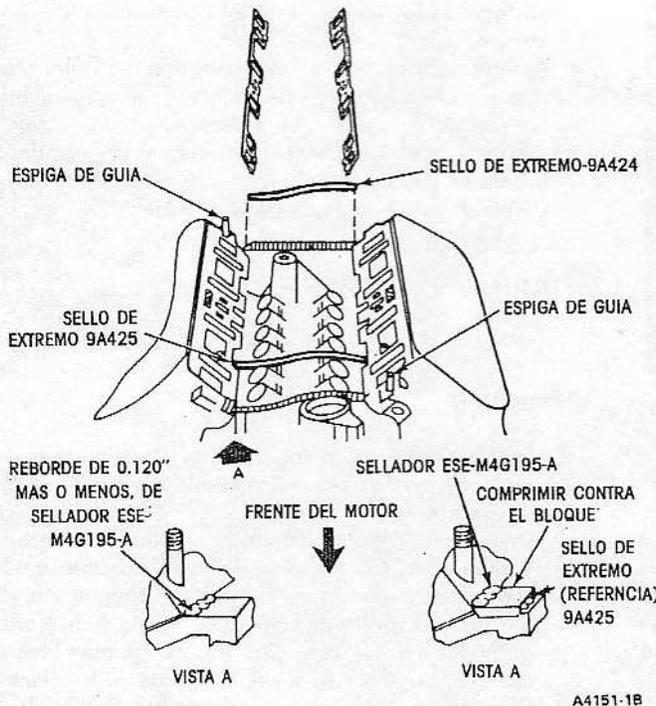

Fig. 18. Instalación de Juntas y Sellos de Extremo de Múltiple E-100-E150 con Motores 5.0L (302) y 5.8L (351) W-V-8 y E-350 Todos Excepto Canadá
2. Instale un nuevo sello del vástago (Fig. 18) con un cubo de 5/8" de profundidad y un martillo ligero o mazo para meter el sello en el vástago. Coloque el resorte en posición sobre la válvula e instale el retén del resorte y el manguito. Comprima el resorte e instale los seguros del retén. Quite la herramienta y la tuerca del espárrago.